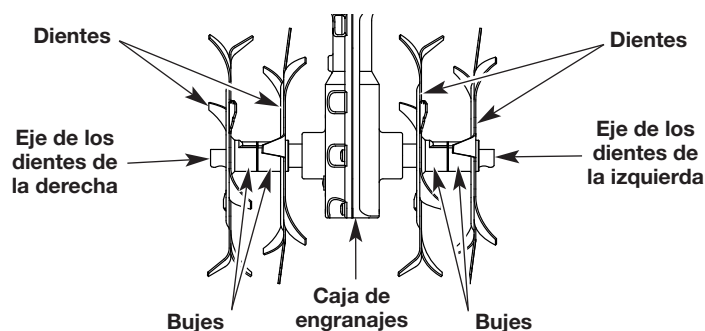
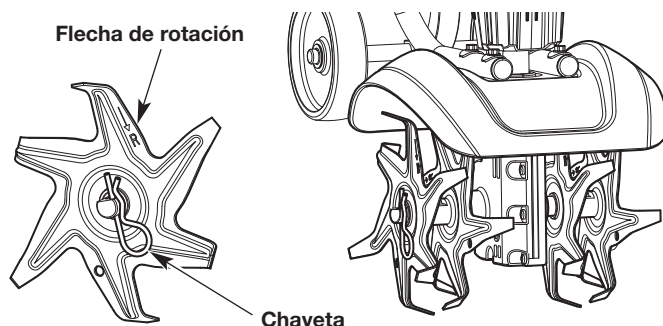

Fig. 8
Fig. 9
3. Quite las chavetas de cada uno de los extremos del eje de los dientes (Fig. 9). Saque los dientes deslizándolos del eje (Fig. 8).
5. Coloque los dientes nuevos deslizándolos en su lugar con los núcleos mirando uno hacia el otro (Fig. 8). Asegurándose de que las flechas de rotación queden mirando hacia la caja de engranajes al instalar los dientes en el eje de dientes izquierdo y en sentido contrario a la caja de engranajes en el caso del eje de dientes derecho. (Fig. 9)
6. Asegure los dientes nuevos al eje con las chavetas (Fig. 9).